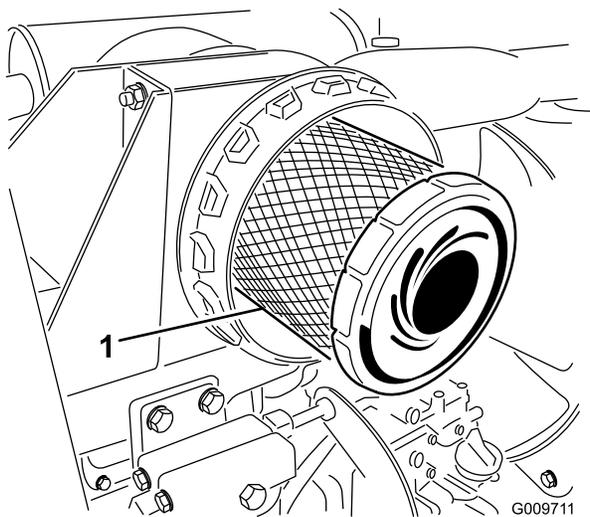

Figura 56
4. Retire e substitua o filtro primário (Figura 56).